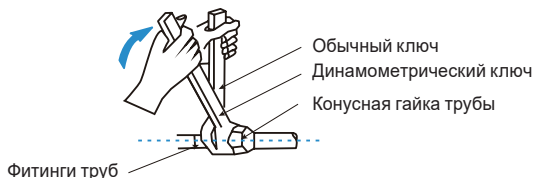

Рисунок 4.1
- При монтаже или демонтаже трубопровода используйте два ключа — обычный ключ и динамометрический ключ. См. рисунок 4.1.